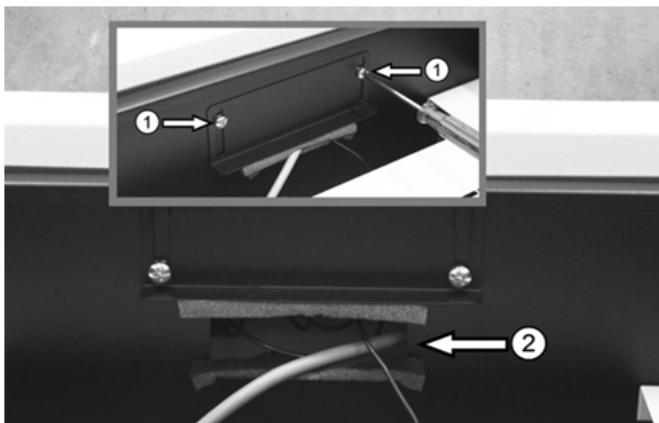

Abb. 19: Kabeldurchführung ② am Schaltfeldgehäuse
- ➔ Führen Sie die elektrischen Leitungen weiter durch die Kabeldurchführung ② (s. Abb. 19 auf Seite 16) am Schaltfeldgehäuse.